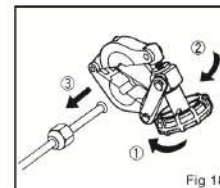

Fig 18
- 2) Desserrez le bouton pour ouvrir la pince, puis retirez le tube. (Fig.18)